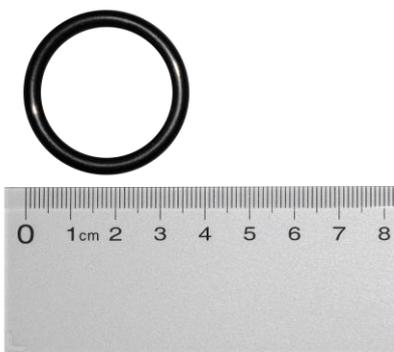

Рис. 10
- Замена всех уплотнительных колец. Рис. 10.